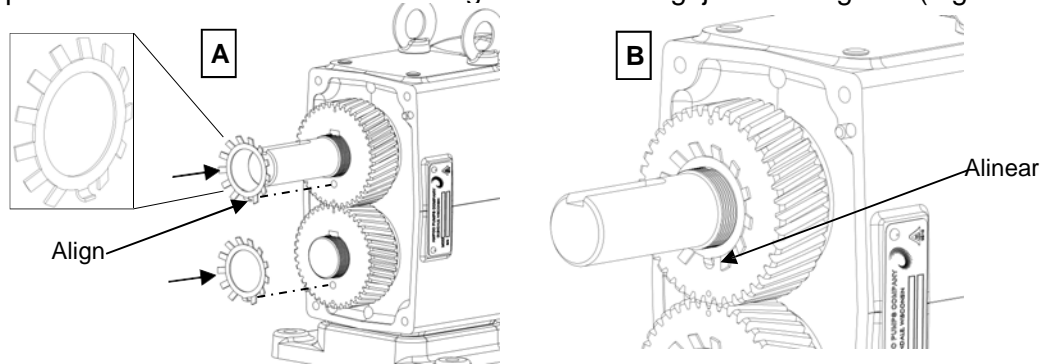

Figura 58: Instalación de arandela de seguridad
10) Con los engranes en los ejes, deslice la arandela de seguridad en el eje (Figura 58, A). Alinee la pestaña dentro de la arandela de seguridad con el agujero del engrane (Figura 58, B).